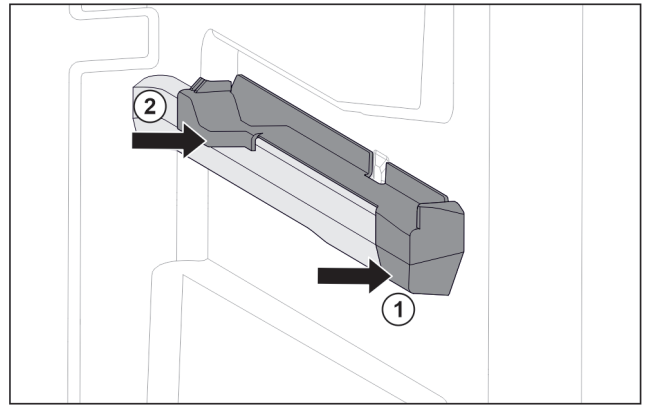

Fig. 80 Insteeklement op rechter containerrib
- Insteeklement voor tegen containerrib plaatsen. Fig. 80 (1)
- Insteeklement achter aandrukken. Fig. 80 (2)